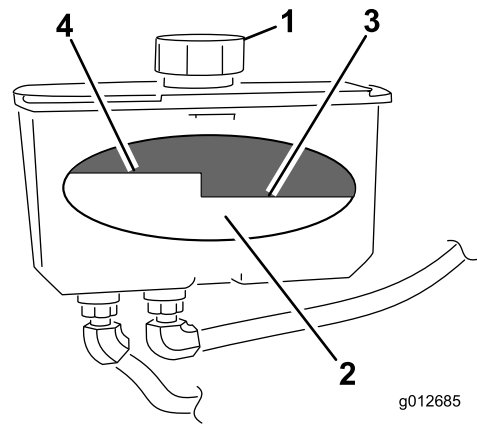

Bild 74
4. Reinigen Sie den Bereich um den Einfüllstutzen und den Deckel des Hydraulikbehälters (Bild 74).
5. Nehmen Sie den Deckel vom Einfüllstutzen ab. Schauen Sie in den Stutzen, um den Flüssigkeitsstand zu prüfen. (Bild 74).
- Hinweis:** Der Füllstand sollte bei heißem Öl die Oberkante der heißen Einfüllmarkierung der Zwischenplatte erreichen (Bild 74).